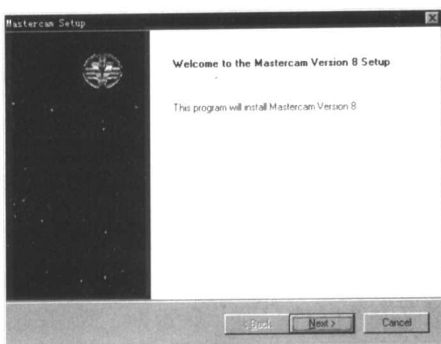

图 1-3
2) 选择 ☒ **Install in New Location** 安装新位置, 单击 **Next >** (下一步), 进入欢迎安装 Mastercam 8 画面, 如图 1-3 所示, 单击 **Next >** (下一步)。